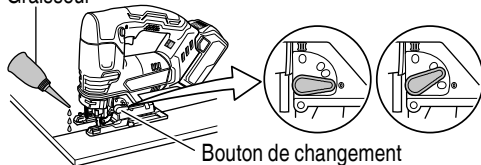

Fig. 25
4. Coupe de matériaux métalliques (Fig. 25)